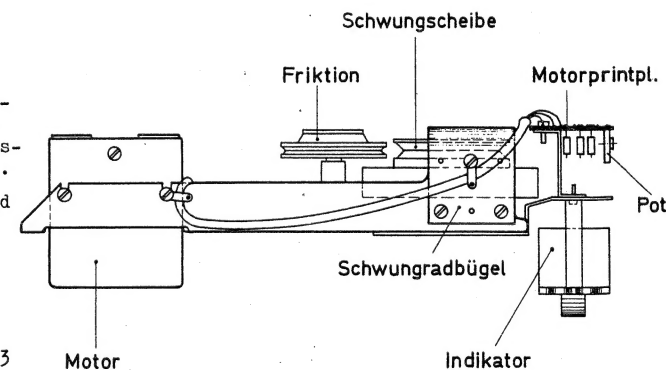

Abb. 1
- 4) Die Motorprintplatte wird neben dem Schwungrad unter dem Aussteuerungsinstrument mit einer 2,6x5mm Schraube und Zahnscheibe mit der Halterung des Aussteuerungsinstrumentes festgeschraubt (s. Abb. 1).
- 5) Unter einer der Schrauben des Schwungradbügels und einer Schraube der Motorabschirmung je eine Löt-fähne anbringen (s. Abb. 1).